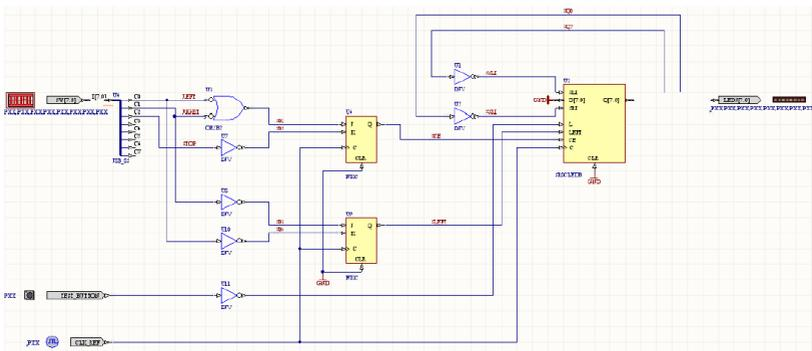

Рис. 32. Схема счётчика с метками цепей
- пометьте другие цепи. Схема ниже показывает размещение всех меток цепи. Они должны быть все уникальны и помечены в соответствии с рис. 32;